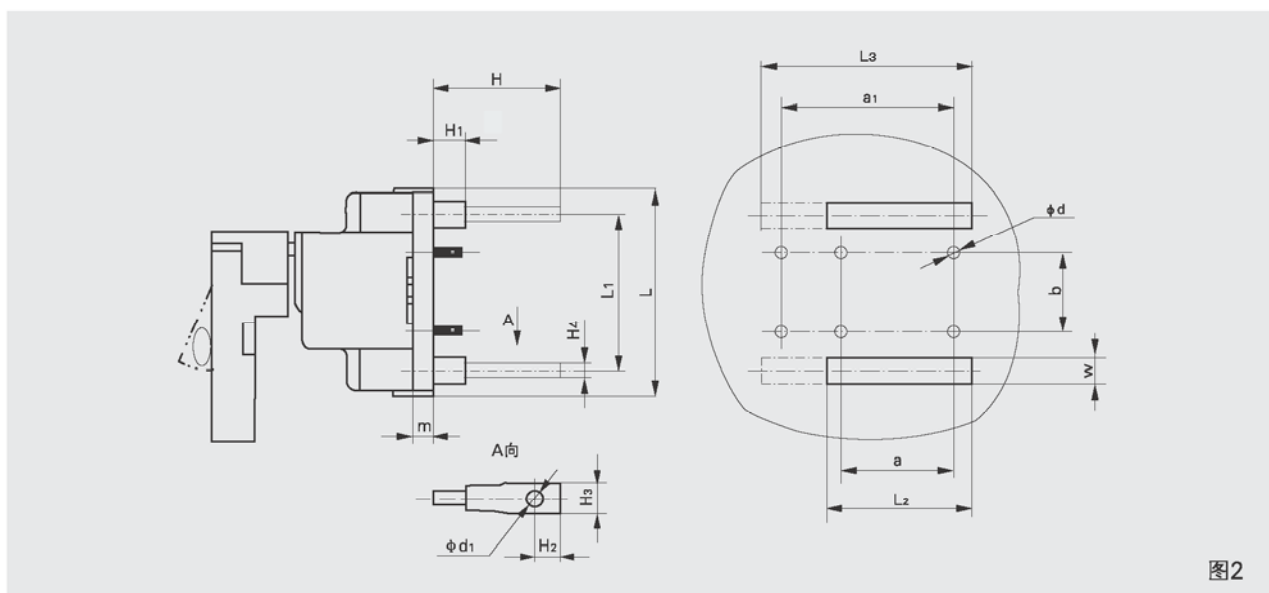

图2
2、SG1-100A~800A板后接线直接操作 (见图2、表4)